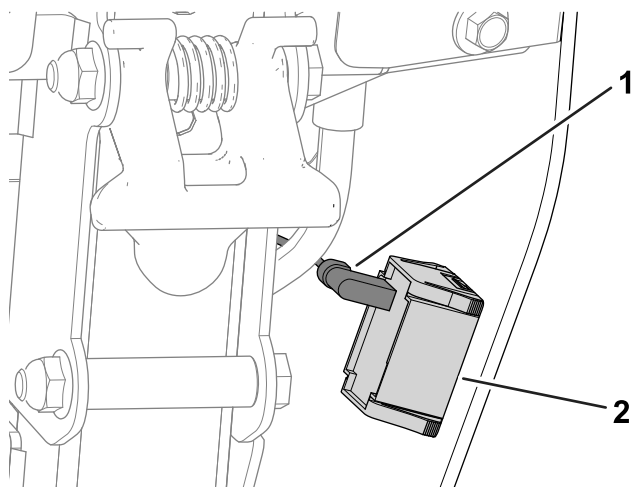

Figura 40
A. Deconectai conectorul cablului de la contorul orar (Figura 40).